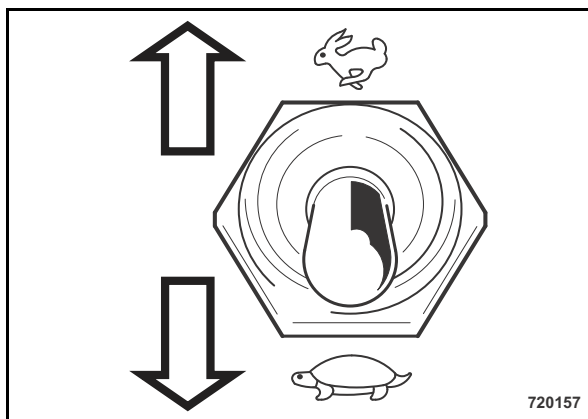

Рис. 37
- Переключить тумблер передач (Рис. 37) на требуемую передачу.